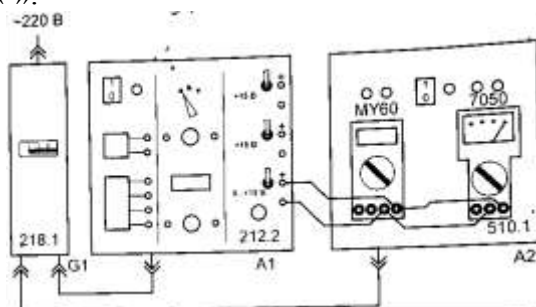

Рис. 2. Схема электрическая соединений для калибровки аналогового вольтметра.
- соедините аппаратуру в соответствии со схемой электрической соединений рис. 2.
– подключите мультиметр А2 к цепи рис. 2. Провод от гнезда «СОМ» (-I) мультиметра – к гнезду «-» (синее) источника 0...15 В блока генераторов напряжения А1. Провод от гнезда «А» (+I) мультиметра – к движку переменного резистора 330 Ом блока А3.